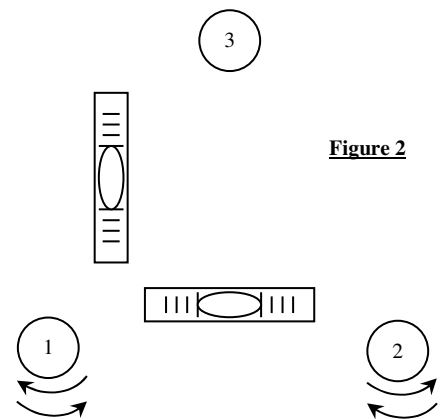

Figure 2
- 9- Calage fin des **nivelles toriques** (voir figure 2) :